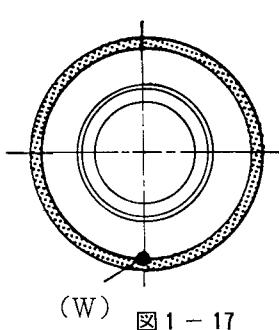

図1-17
② スイングフレームが傾かなくなったりた時、重心(W)が真下にあるので、その点にチョークなどで印をつける(図1-17)。